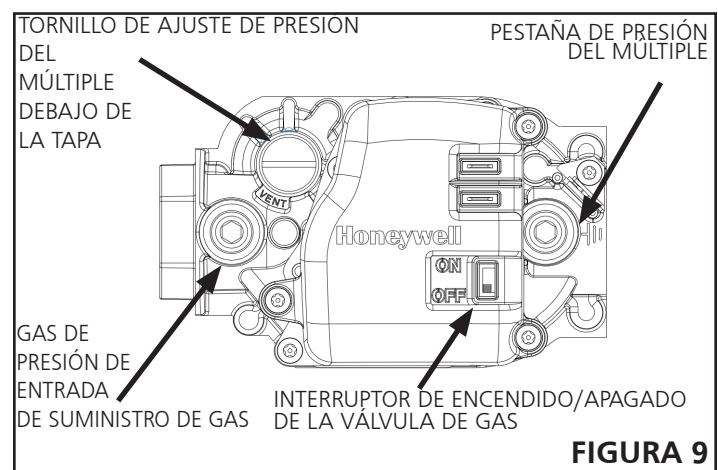

FIGURA 9
5. Hay un interruptor de encendido/apagado que se puede mover entre las posiciones de encendido y apagado. Palanca el interruptor a la posición "off" (apagado). (Ver figura 9).
2. Después de verificar y ajustar la presión de la línea, verifique la presión del múltiple. La presión correcta del múltiple se indica en la placa de especificaciones de la unidad. Consulte la **figura 9** por la ubicación del tornillo de ajuste de la presión de gas. Se necesita un juego de conversión de gas natural a LP/Propano para convertir la unidad. Consulte las instrucciones de instalación suministradas con el juego de conversión para instalarlo.